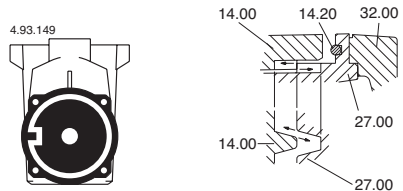

Abb. 6 MontagenuföürZusammenbauPumpengehäuse (14.00) - Diffusordeckel (27.00)
**Bei der Montage vom Motor mit Laufrad sich vergewissern, daß die Nase im Pumpengehäuse (14.00) in der Nut des Diffusor-Deckels (27.00) einrastet (Abb. 6).**